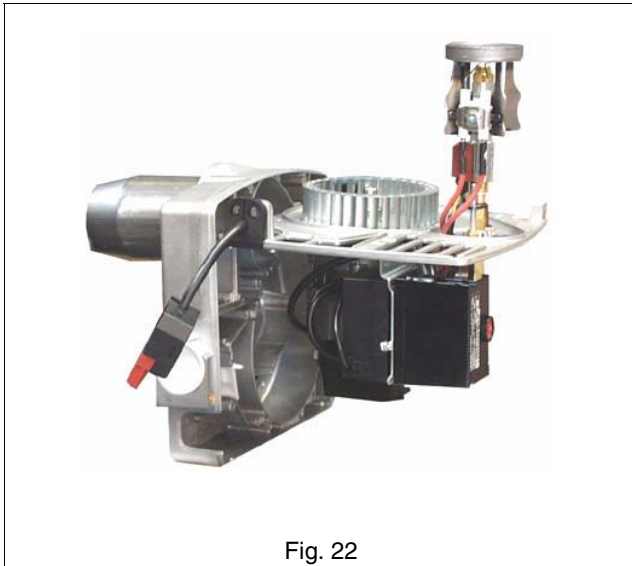
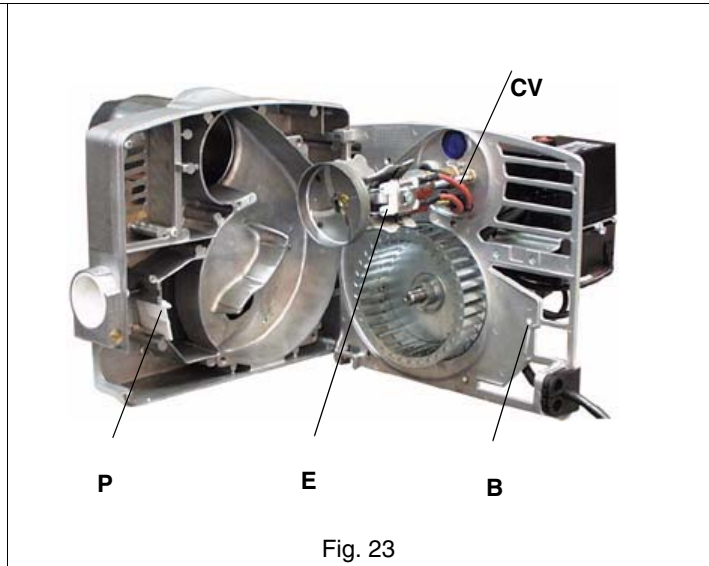

Fig. 22
Fig. 23
- 1 Așezați placa sasiu în unul din modurile ilustrate în Fig. 22 și Fig. 23 pentru a ușura operațiunile de întreținere ;
⚠ PRECAUTIE : Electrozii (poz.E din Fig. 23) trebuie asezati pe laterala capului de ardere .
⚠ NOTA : La reasamblarea componentelor de pe sasiu, asigurati-va ca axul clapetei de aer "P" intra in locul sau "B". (vezi Fig. 23).